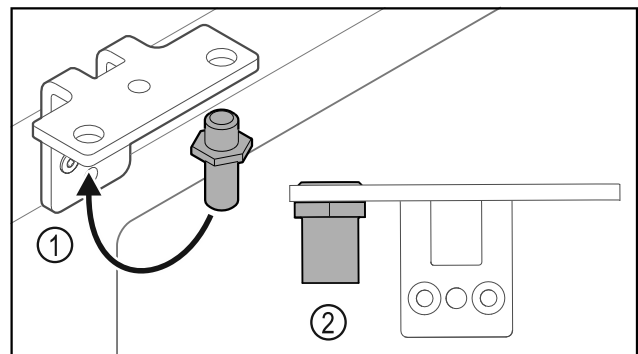

Fig. 17
► Přesaďte čep Fig. 17 (1) v úhelníku závěsu.
► Utáhněte čep Fig. 17 (2) utahovacím momentem 12 Nm.